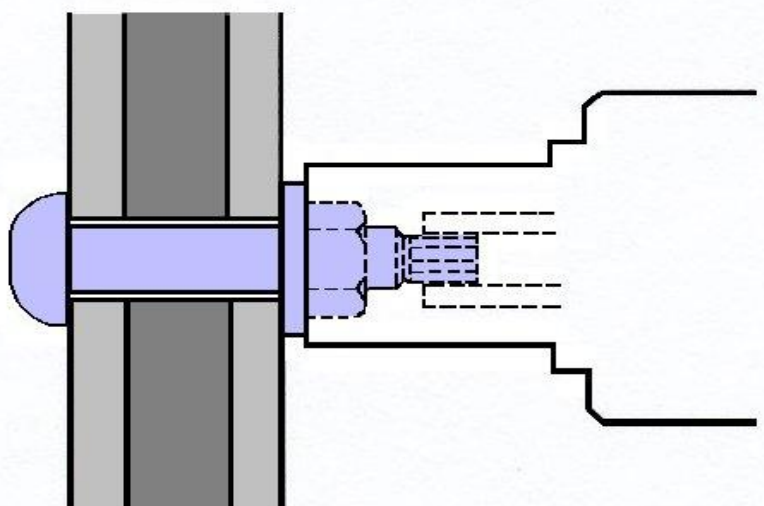

Fig 2.
2. La atornilladora de no-impacto tiene dos vasos que operan en direcciones opuestas; encajar el vaso interior con la punta estriada y el vaso exterior con la tuerca (Fig 2). Asegurarse que ambos vasos interior y exterior están totalmente encajados antes de proceder.